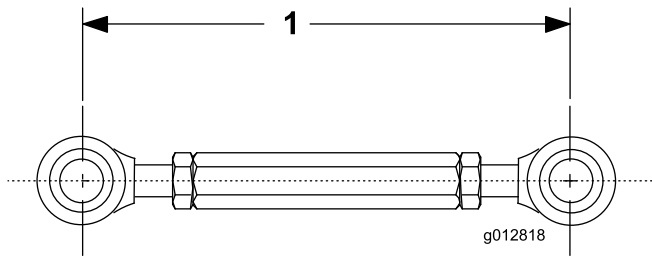

Figura 9
- Ajuste la longitud del acoplamiento roscado a 19 cm, y apriete las contratuercas (Figura 9).